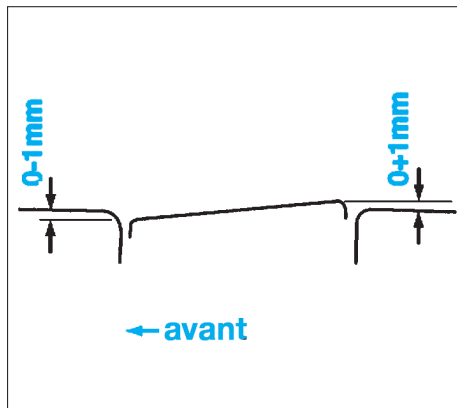

FIG. 93
- Contrôler le réglage en hauteur à chaque extrémité des arrondis de la baie de pavillon, vers le centre du véhicule (Fig.93).